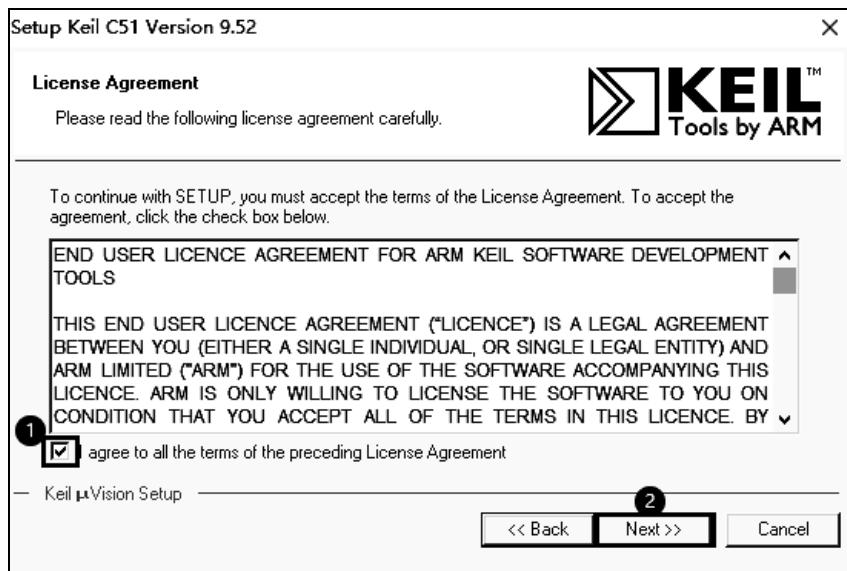

图 1-14 Keil C51 安装 2
(2) 在打开的如图 1-14 所示的界面中，选中 “I agree to all the terms of the preceding License Agreement” 复选框，然后单击 “Next” 按钮。